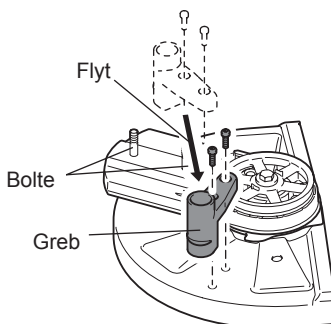

Fig. 5
- (6) Monter grebet igen. (Fig. 5)